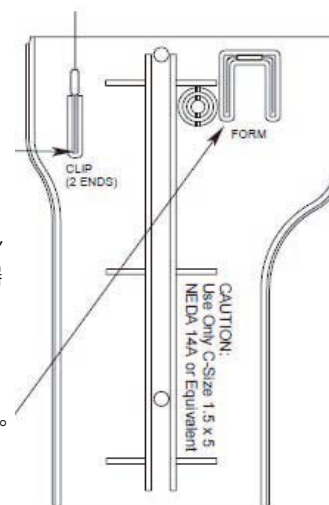

図5
- ⑤ 新しいセンサの取り付け用レジスタをいれ、その後レジスタのリードを切り、電池カバーについている型を使用して曲げる。(図5) リードを短く切りすぎると機能しない場合があるので注意して下さい。
- ⑥ 新しいレジスタをプリント基板に入れ、プローブの先に新しいセンサを差し込む。(センサの6つのピンとソケットはシンメトリーなので、センサは2方向に差し込むことができます。ソケットはどの方向に差し込まれてもよいようにワイヤーがついています。)
- ⑦ 電池カバーをつける。
- ⑧ 検知器の試験をする(操作の仕方 2 参照)